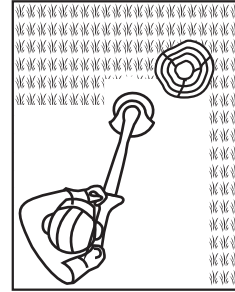

Fig. 12
3. Preste especial atención cuando lleve a cabo la labor cerca de árboles y arbustos. El cabezal de corte podría dañar la corteza sensible, y dañar postes de vallas (Fig. 12).